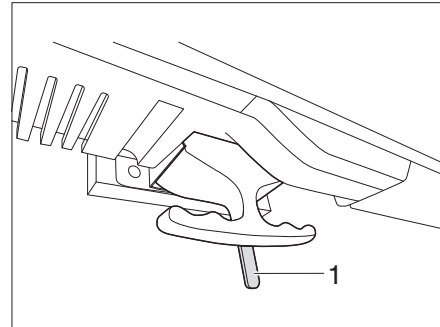

Bild 136 Upplåsning platt bildskärm
- Skjut spaken (Bild 136,1) åt vänster. Spärren är lossad.
- Skjut spaken (Bild 136,1) till mitten. Den platta bildskärmen är spärrad.